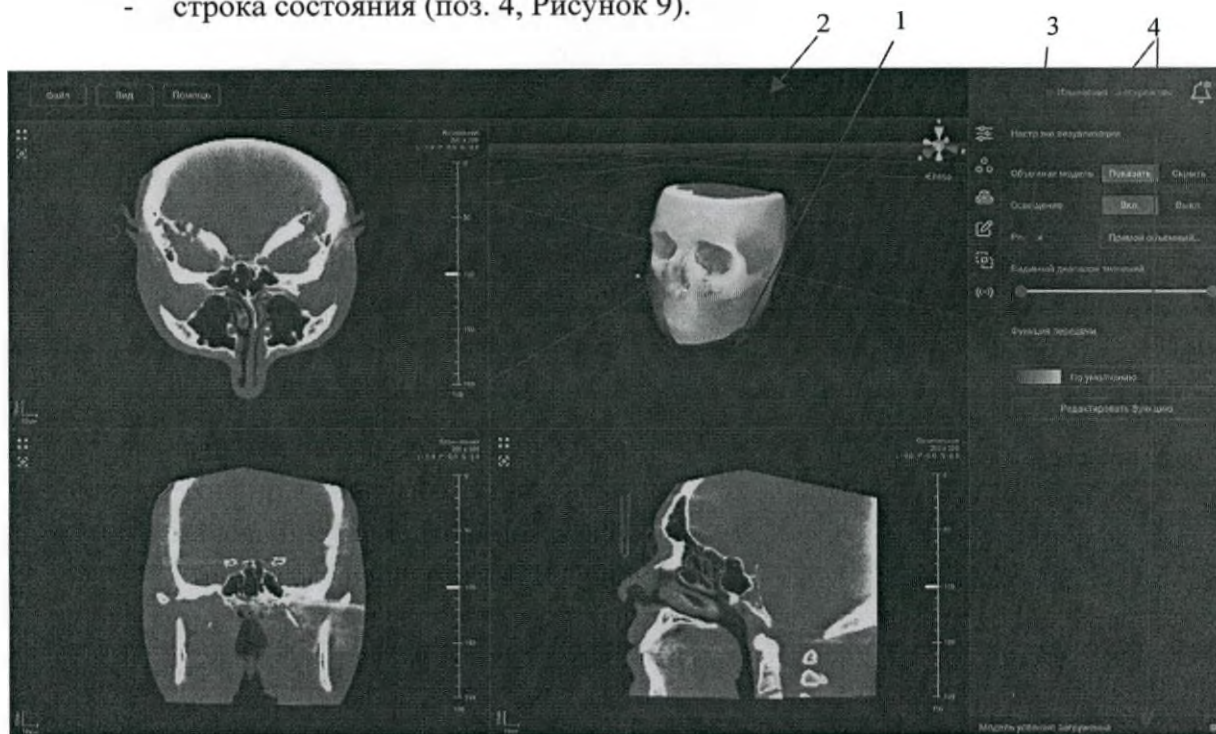

Рисунок 9 – Верхняя панель (красный), окна проекций (зеленый), панель инструментов (желтый), строка состояния (синий)
Интерфейс пользователя состоит из 4х основных областей (Рисунок 9):
- верхняя панель (поз. 1, Рисунок 9);
- окна проекций (поз. 2, Рисунок 9);
- панель инструментов (поз. 3, Рисунок 9);
- строка состояния (поз. 4, Рисунок 9).
«**Макет/Стандартный**» – располагает окна проекции как на Рисунок 9.